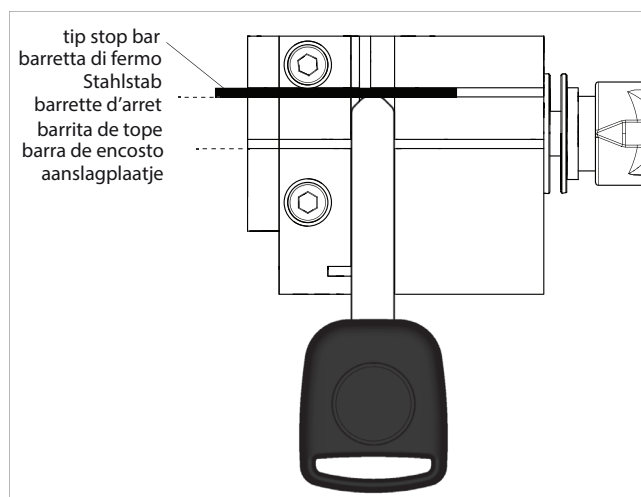

Fig. 25
- 2) Bloquear la llave original en la mordaza izquierda de la máquina asegurándose que la punta de la llave esté al tope con la barra (Fig. 25).